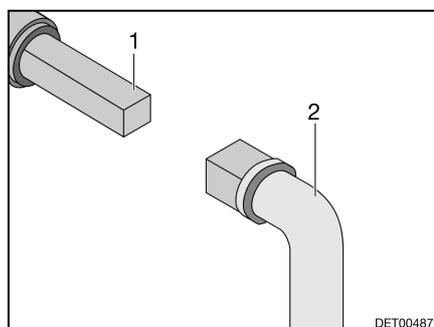

Bild 103 Bedienung Abwasserhahn
- Schlüssel (Bild 103,2) auf Vierkant (Bild 103,1) stecken.